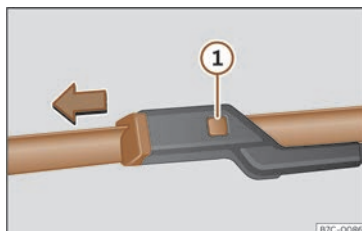

Fig. 179 Canvi de les escombretes de l'eixugaparabrises.
• Mantingueu premuda la tecla de desbloqueig >>> **fig. 179** ① mentre estireu lleugerament l'escombreta en el sentit de la fletxa.